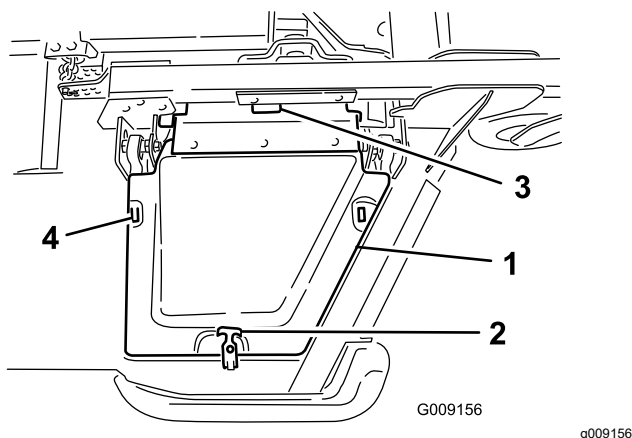

Figura 6
8. Instale la tapa de la carcasa del ala y sujétela con el enganche de goma (Figura 6).